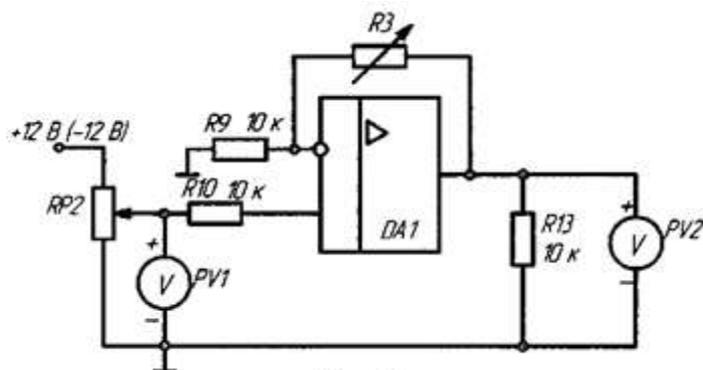

Рис. 2
- 3) Собрать схему согласно рис. 2. Установить заданное значение  $R_{P3}=20\text{K}$